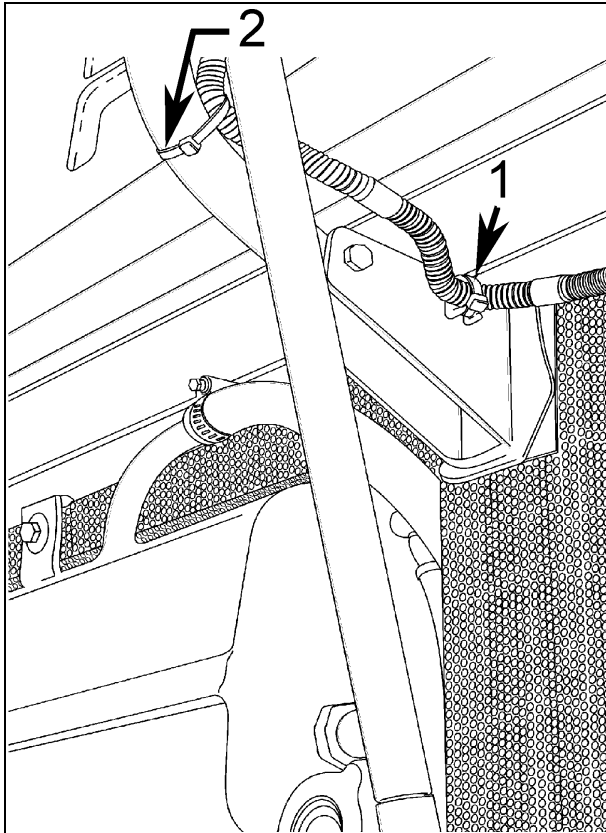

Figure 2 : Fixation du câble des feux arrières, côté chauffeur. (1) Pièce de retenue de plastique ; (2) Attache-câble.
4. Fixer le câble des feux arrières à la pièce de retenue de plastique à l'aide d'un attache-câble, tel que montré à la figure 2, élément 1. S'assurer que le câble ainsi fixé ait une courbure telle qu'il ne frotte pas sur la tête du boulon retenant le cylindre de la porte (on suggère de laisser un dégagement d'au moins 30 mm (1 3/16 po), tel que présenté à la figure 3).
5. Au besoin, fixer le câble au véhicule, tel qu'illustré à la figure 2, élément 2.